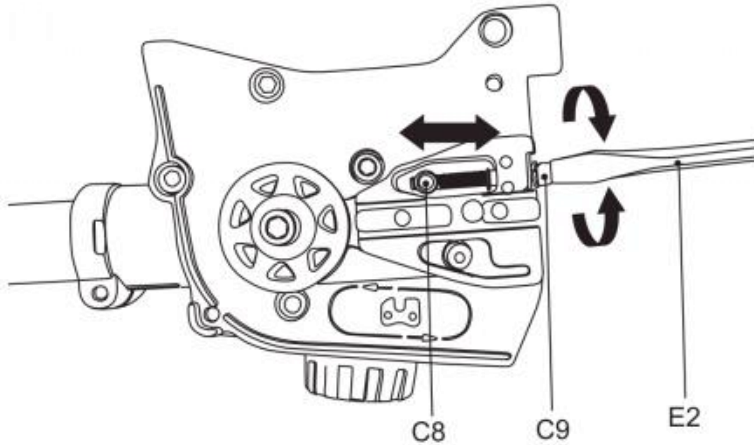

Fig. 9
5) Drehen Sie mit dem Schraubendreherende des Multifunktionswerkzeugs (E2) die Kettenspannschraube (C9) gegen den Uhrzeigersinn, dann wird der Spannstift (C8) nach links bewegt. Wird die Kettenspannschraube (C9) im Uhrzeigersinn gedreht, bewegt sich der Spannstift (C8) nach rechts. (Abb.9)